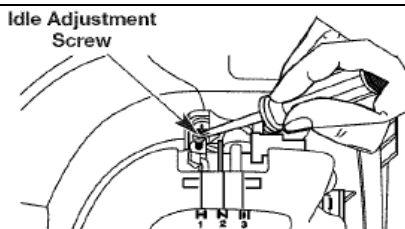

Рис. 26
При необходимости обороты двигателя на холостом ходу может быть отрегулированы с помощью винта, расположенного между крышкой воздушного фильтра и корпусом стартера двигателя (Рис.26).
- Отпустите рычаг регулятора газа, двигатель должен работать на холостом ходу. В том случае, если двигатель глохнет, вставьте маленькую отвертку Phillips между крышкой воздушного фильтра и корпусом двигателя (Рис. 26). Поворачивайте винт холостого хода по часовой стрелке на 1/8 оборота каждый раз /при необходимости/, пока двигатель не будет стабильно работать на холостых оборотах.